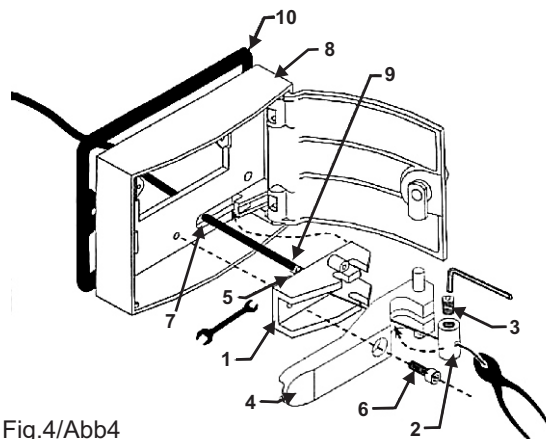

Fig.4/Abb4
- 7) Bevestig aan de hand van afb. 4/Abb. 4 het kastje (8) met 4 pluggen aan de wand, en let er daarbij op dat de opening waar de mantel uit komt zich recht tegenover de doorgangsoening (7) bevindt.
- 8) Draai de schroef (6) los en verwijder de steun (1). Schroef het register (5) met de tegenmoer op de steun (1).
- 9) Steek het stalen kabeltje in het register en laat het door de spleet van de handgreep (4) lopen. Steek het stalen kabeltje in de boring van de klem (2).
- 10) Span de kabel met een tang aan en zet die met behulp van de stift (3) vast. Stel de spanning van de kabel met behulp van het register (5) af.
- 11) Zet tenslotte de aldus geassembleerde steun (1) op zijn plaats terug en zet die met de schroef (6) vast.